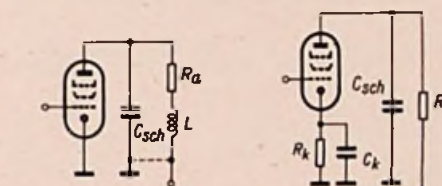

Bild 14. Zur Definition der Anstiegszeit
Bild 14 zeigt die Form eines Anodenspannungsimpulses, bei der es schwer ist, die Punkte 0 % und 100 % zu finden, 10 % und 90 % sind dagegen genau zu bestimmen. Die Gleichung (12) gilt allerdings nur für eine Stufe, an deren Gitter ein idealer Sprung liegt; die Definition der Anstiegszeit dagegen (Zeit, in der ein beliebig geformter Impuls von 10 % auf 90 % seiner Gesamtamplitude ansteigt) ist gültig und bindend für alle ganz gleich wie geformten Anstiege. Wollen wir z. B. bei einer schädlichen Kapazität von 15 pF einen Impuls von 0,5 μ s Breite übertragen und dabei gewährleisten, daß der entsprechende verstärkte Impuls nach 0,5 μ s wenigstens auf 90 % der Maximalhöhe angelangt ist, so verwenden wir Gleichung (13), die den Anstieg von 0 % auf 90 % angibt (gilt ebenfalls nur für eine Stufe, an deren Gitter ein idealer Sprung liegt):